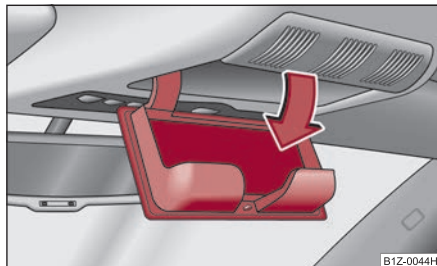

Fig. 122 Escotadura del revestimiento interior del techo: Compartimento guardagafas
- Presione la tapa del compartimento guardagafas; éste se abrirá hacia abajo ⇒ fig. 122.